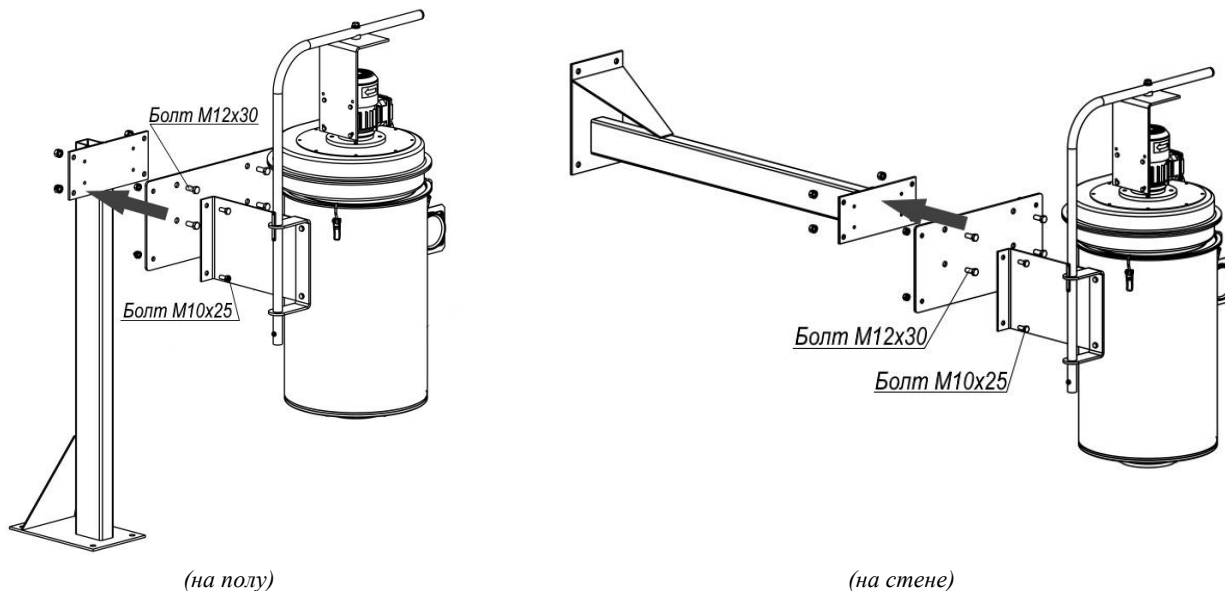

Рисунок 8
5.6.3 Для выполнения монтажа необходимо (рисунок 8):